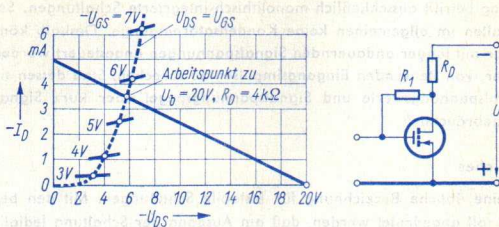

Bild 12
**Bild 12** zeigt eine zweite Möglichkeit zum Gewinnen der Gate-Source-Vorspannung. Wie dort rechts eingetragen, kann man zu diesem Zweck das Gate mit dem Drain über einen
Widerstand  $R_1$  mit hohem Wert verbinden. Hierbei stellt sich wegen des verschwindend geringen Gatestromes  $U_{GS} \approx U_{DS}$  ein. Dazu gehört die in Bild 12 links eingetragene